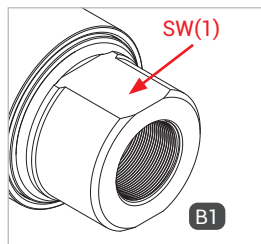

Figure 1
- ▶ Lors du montage de la conduite de fluide, exercez une contrepression sur le méplat SW (1) (Figure 1) à l'aide d'une clé à fourche.
- ▶ Vissez hermétiquement l'entrée fluide « B1 » à l'embout de raccordement de la conduite de fluide (Figure 1). Voir le tableau ci-dessous pour les couples de serrage.